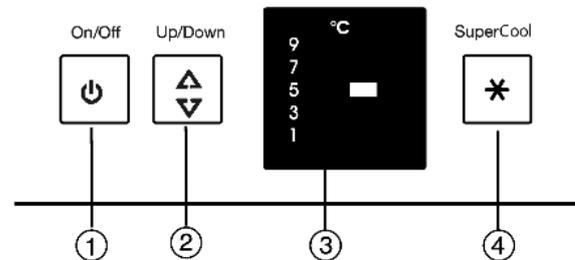

Fig. 2
- ▶ Premere il tasto On/Off Fig. 2 (1).